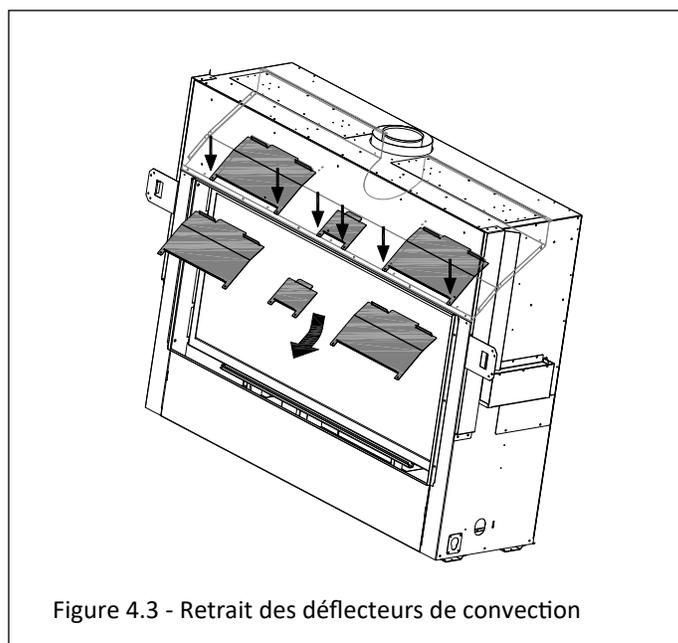

Figure 4.3 - Retrait des déflecteurs de convection
3. Repérez les (3) déflecteurs de convection montrés à la Figure 4.3. Il y a (2) vis qui retiennent chaque déflecteur de convection. Retirez du foyer les vis et les déflecteurs de convection. Jetez les vis et les déflecteurs de convection.